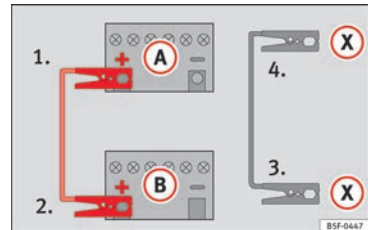

Abb. 79 Anschlussschema für Fahrzeuge mit Start-Stopp-System.
– Bei Fahrzeugen mit Start-Stopp-System: ein Ende des schwarzen Starthilfekabels (X) an einen geeigneten Masseanschluss, ein massives, fest mit dem Motorblock verschraubtes Metallteil oder an den Motorblock selbst anklemmen » Abb. 79.
5. Klemmen Sie das andere Ende des schwarzen Starthilfekabels (X) im Fahrzeug mit der entladenen Batterie an ein mit dem Motorblock verschraubtes, massives Metallteil oder an den Motorblock selbst, aber so weit wie möglich von der Batterie (A) entfernt an.